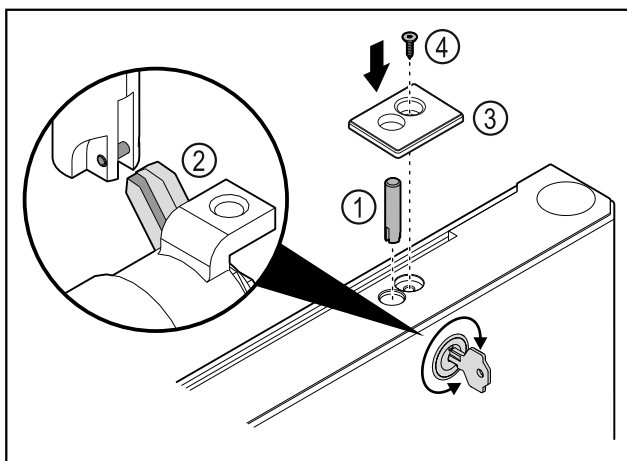

Fig. 42
- ▶ Umetnite svornjak brave Fig. 42 (1).
- ▶ Lagano okrenite bravu kako bi se svornjak brave Fig. 42 (2) uglavio u prorezu brave.
- ▶ Umetnite poklopac Fig. 42 (3).
- ▶ Umetnite vijak Fig. 42 (4).